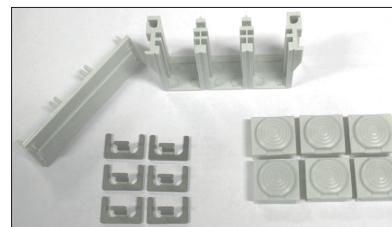

Abb.4 / Fig.4
Das Dichtungselement dient dazu, die aus den Etagen kommenden Kabel in den geschützten Bereich des Gehäuses zu führen und diese abzufangen. Das Dichtungselement besteht aus einem Ober- und einem Unterteil sowie 6 Dichtungsstopfen und 6 Kabelabfangungen für insgesamt 6 Kabel bis Aussen-durchmesser  $\varnothing 13\text{mm}$  (siehe Abb.4).
*The sealing element serves to feed the cables coming from the floors into the protected area of the enclosure and to provide strain relief. The sealing element consists of a two-part slotted frame and 6 grommets with integrated strain relief posts for a total of 6 cables up to outer diameter 13mm (see Fig.4).*